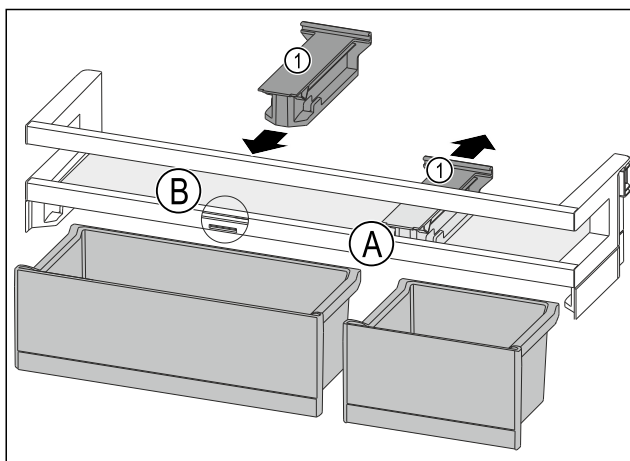

Fig. 154
- ▶ Снимите крепление Fig. 154 (1) в позиции Fig. 154 (A), отодвинув его назад.
- ▶ Установите крепление Fig. 154 (1) в позиции Fig. 154 (B).